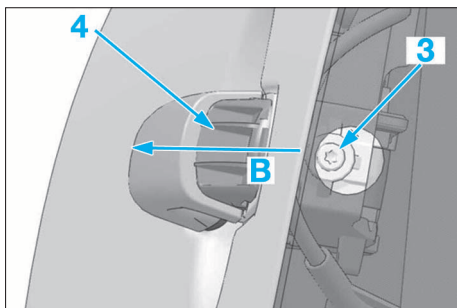

FIG. 66
- Oter la vis (3) (Fig.66), puis tirer la poignée (4) en B.